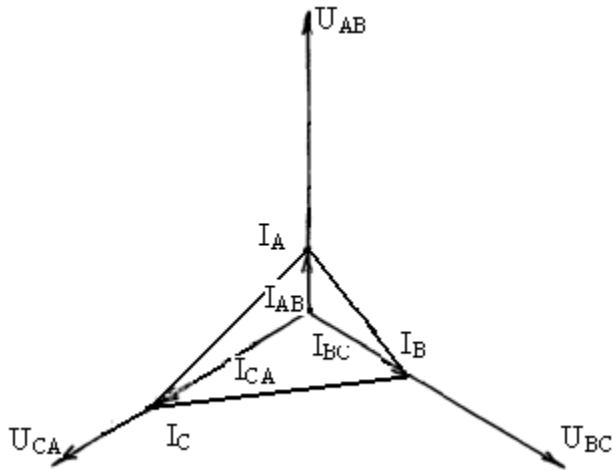

Рисунок 30 – Векторная диаграмма
9. Векторная диаграмма напряжений и токов (рис. 30).